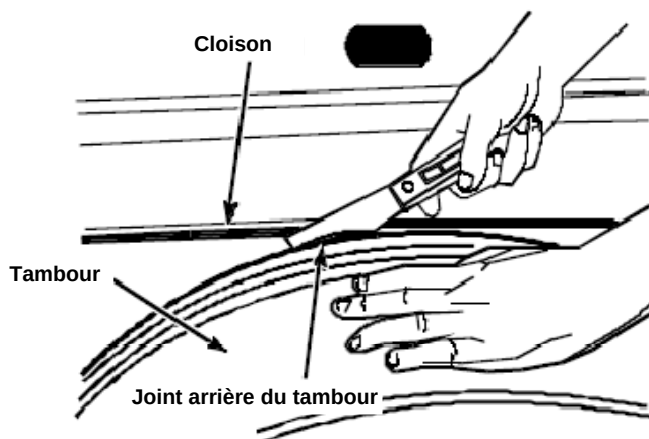

FIGURE 9
23. Placer un petit tournevis ou un couteau à mastic sous le joint en haut de la cloison. Faire tourner le tambour à la main d'un tour complet (dans le sens antihoraire) en veillant à ce que le joint arrière couvre la cloison et ne se tourne pas vers l'intérieur. Voir Figure 9.